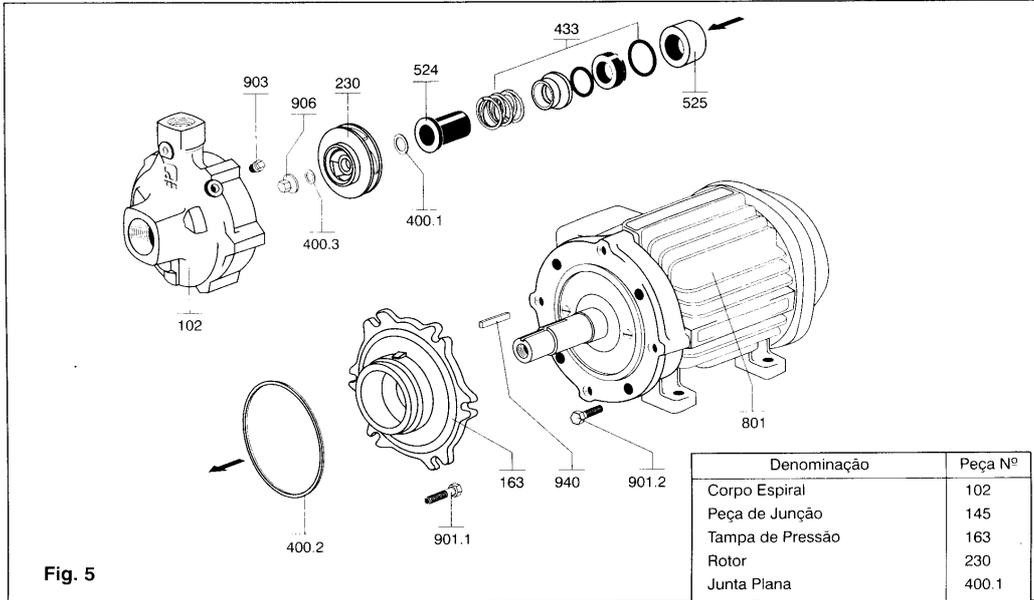
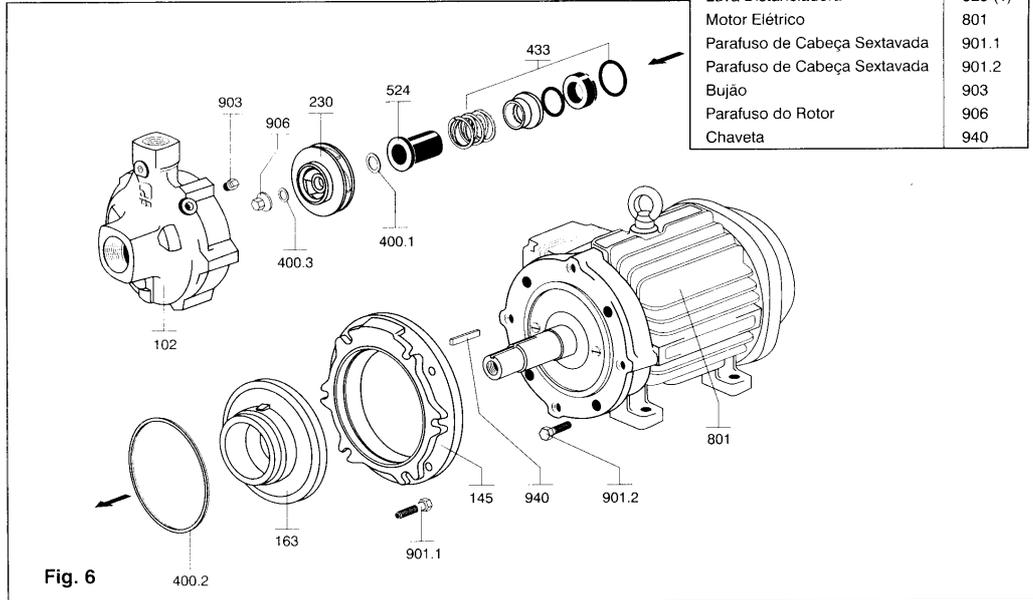

Fig. 5
Fig. 6
Antes de iniciar a desmontagem da bomba identifique primeiramente em qual das figuras de montagem se enquadra, Fig. 5 ou Fig. 6.
13.1. KSB Megabloc até 15 CV II Pólos e até 40 CV IV Pólos (Fig. 5)
02. Retirar os parafusos (901.1) que fixam o corpo espiral (102) na tampa de pressão (163).
04. Prender o rotor (230) para que o mesmo não gire e remover o parafuso do rotor (906) e a junta plana (400.3) para poder retirar o rotor.
05. Retirar a luva protetora do eixo (524) junto com as peças do selo mecânico (433) que estão montadas na luva protetora do eixo.
06. Retirar a tampa de pressão (163) removendo os parafusos (901.2) que a fixam no motor elétrico (801).
07. Retirar a peça do selo mecânico (433) que está encaixada na tampa de pressão (163).
13.2. KSB Megabloc acima de 15 CV II Pólos (Fig. 6)